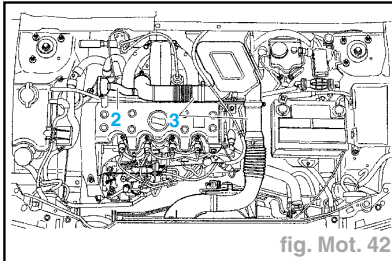

fig. Mot. 42
- Désaccoupler (fig. Mot. 42) :
- le tube de recyclage des vapeurs d'huile (2),
- les conduits d'air (3).